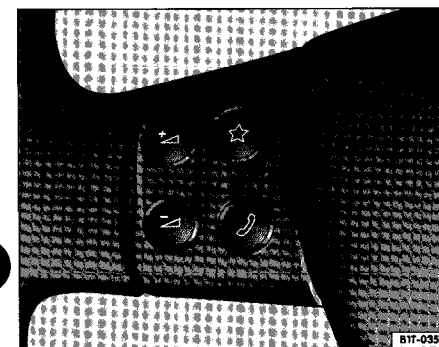

Fig. 21 Volant multifonction : cote gauche
- Appuyez brievement sur la touche J fig. 21 du volant multifonction²⁵⁾.